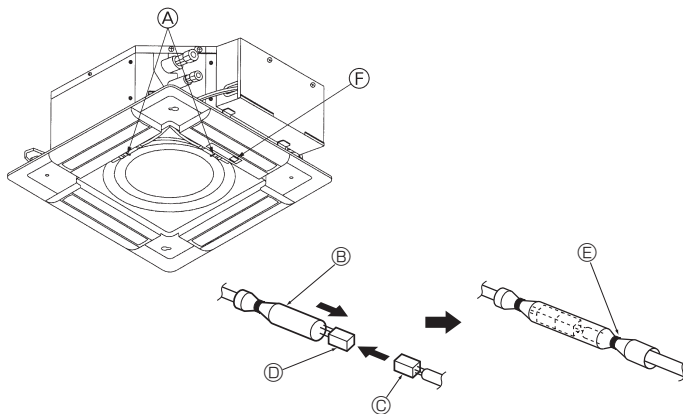

Fig. 8-8
8.3.4. Conexión de cables (Fig. 8-8)